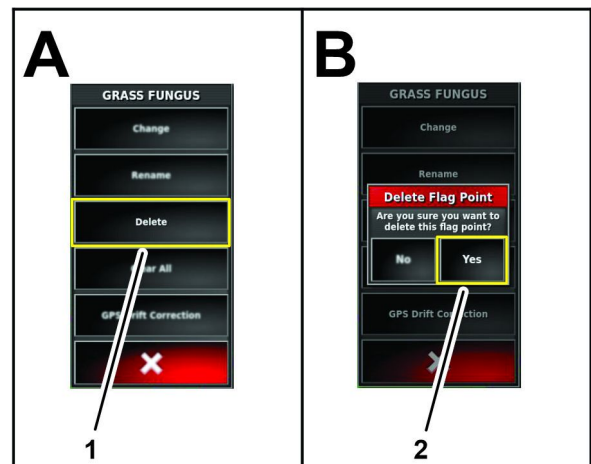

図 85
1. フラッグ編集メニューで、削除アイコンを押す図 85。
2. フラッグポイント削除用ダイアログボックスの はいアイコンを押す図 85。